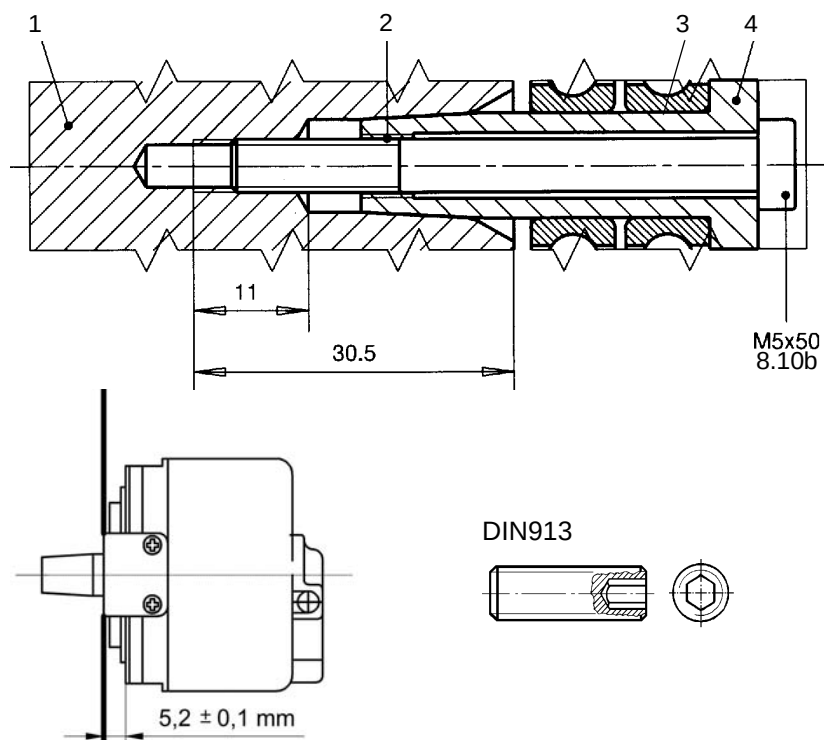

Abb. 6 Verbindung Motorwelle-Geberwelle
- Gewindestift, z. B. DIN 913-M5x30 (Abb. 6), zum Schutz der Zentrierung in das Motorwellenende einschrauben und den Geber durch Eindrehen einer Schraube M6 abdrücken.